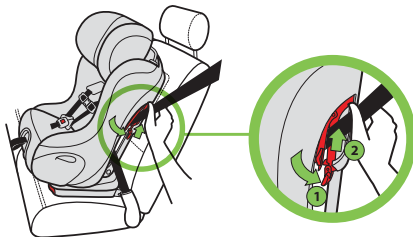

Figure 79
- Lors de l'utilisation d'une ceinture baudrier/sous-abdominale : tout en maintenant la ceinture du véhicule serrée, verrouillez le dispositif de blocage pour l'orientation vers l'avant, tel qu'illustré dans la **Figure 79**.